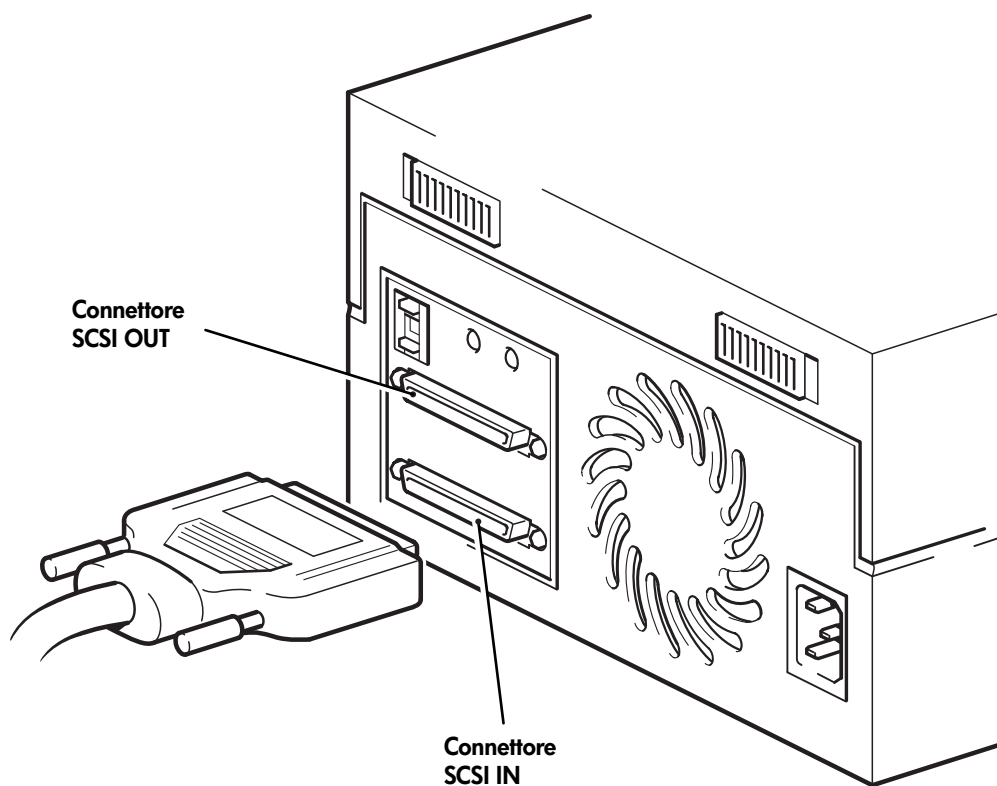

Figura 5: collegamento del cavo SCSI
- 4 Collegare la connessione HD del cavo SCSI a uno dei connettori SCSI-IN posti sul pannello posteriore dell'unità a nastro e fissarla stringendo le viti (vedere la Figura 5). **Non** collegare il cavo al connettore SCSI-OUT.